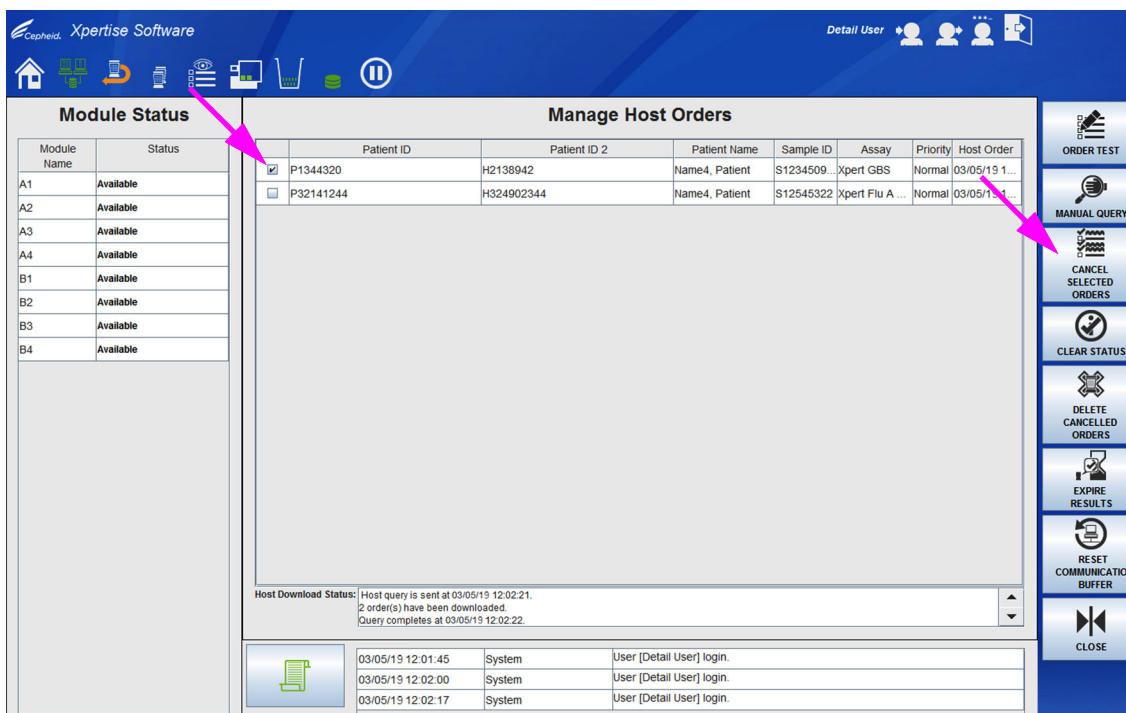
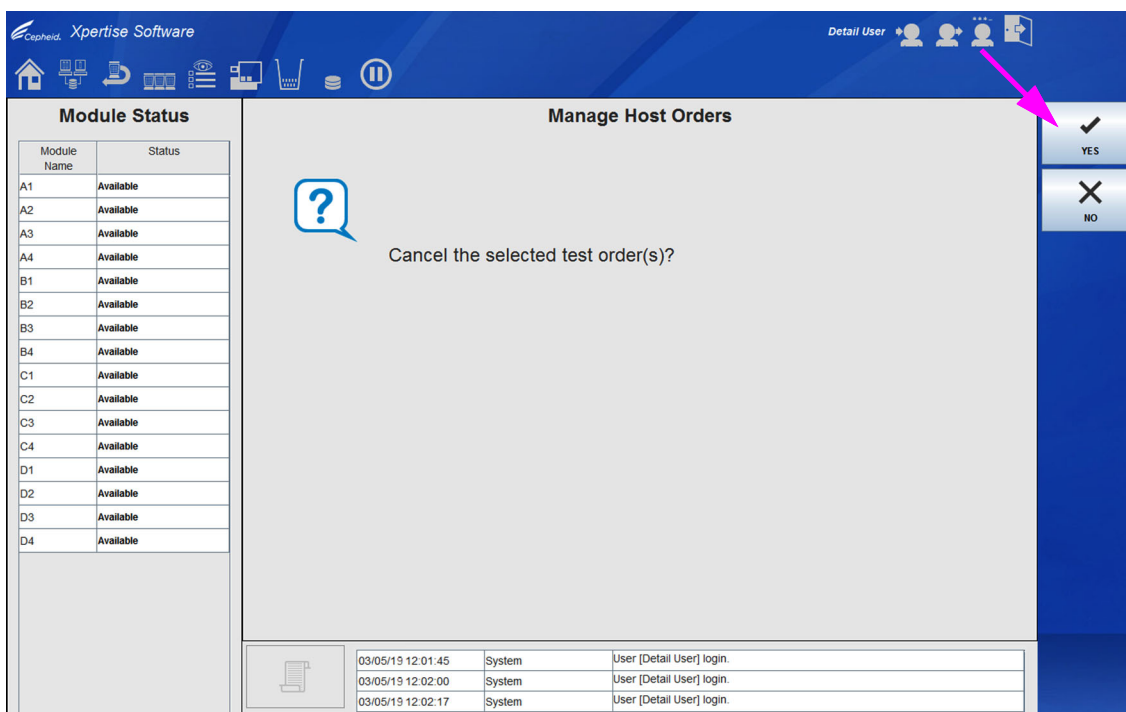

图 5-184. 管理主机指令 (Manage Host Orders) 工作区 – 取消测试
图 5-185. 管理主机指令 (Manage Host Orders) 工作区 – 取消测试确认
1. 选择**管理主机指令**图标以显示管理主机指令 (Manage Host Orders) 工作区面板。请参见图 5-184。
3. 选择**取消选定指令 (CANCEL SELECTED ORDERS)** 按钮（请参见图 5-184）。在管理主机指令 (Manage Host Orders) 工作区中显示一个确认工作区，要求确认您希望取消选定指令。请参见图 5-185。